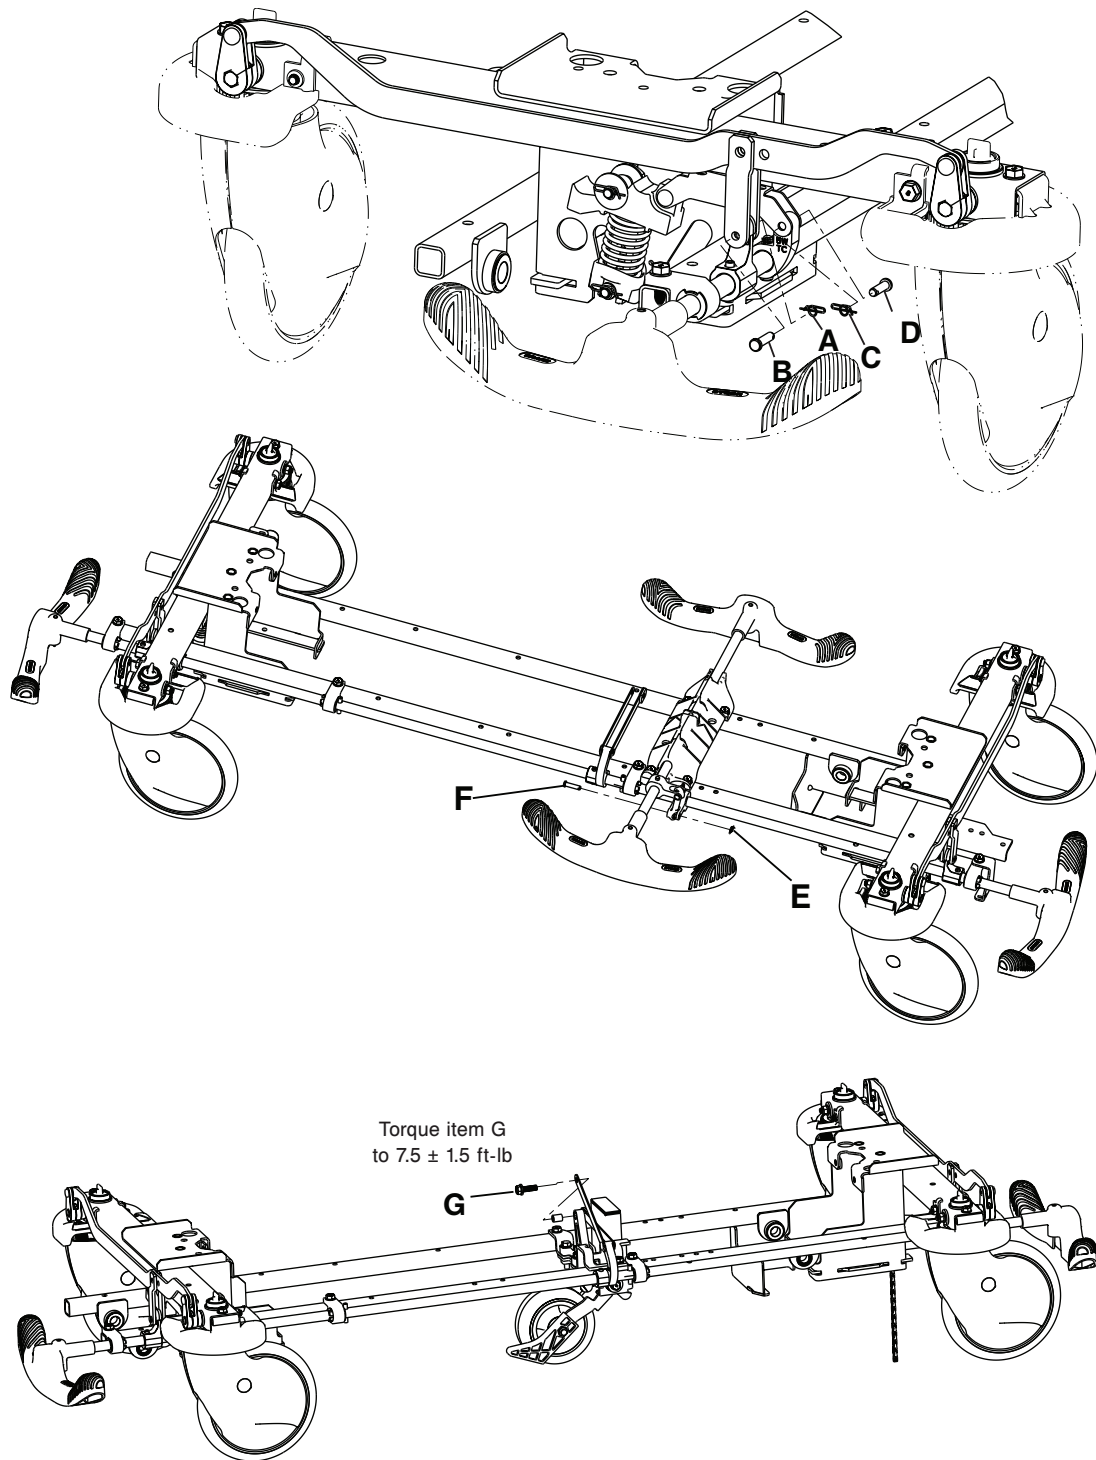

Figure 5 – Remplacer la tige de frein
5. Au niveau de la tête, à l'aide d'une pince à becs fins, retirer la goupille bêta (A) et l'axe à épaulement (B) qui fixent l'ensemble du maillon de frein du côté tête à la manivelle d'activation du frein Figure 5. Retirer le capuchon de la manivelle de la tige de frein. Conserver la goupille bêta, l'axe à épaulement et le capuchon de la manivelle de la tige de frein.